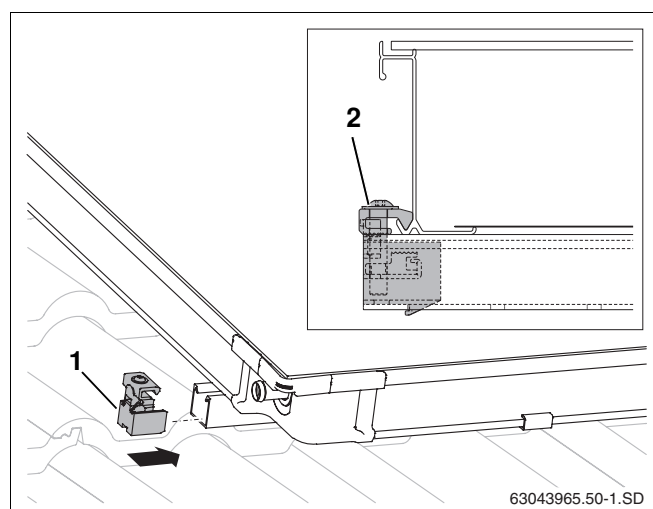

Fig. 49 Fixation latérale à gauche
- Glisser la fixation latérale (fig. 49, **pos. 1**) dans les rails profilés supérieur et inférieur.
- Glisser la fixation jusqu'au cadre du capteur et visser avec la clé plate SW5 (fig. 49, **pos. 2**).